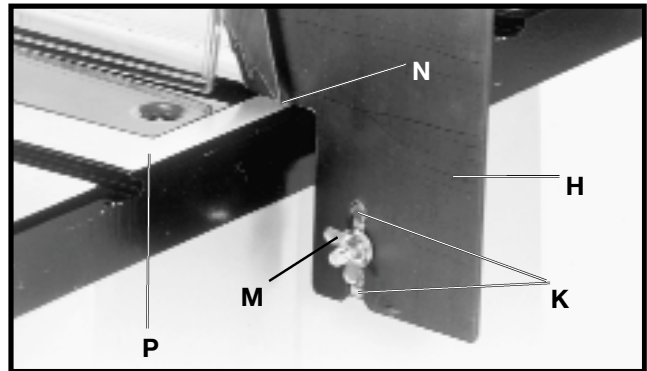

Fig. 15
8. Ajuste el hendedor (H), Fig. 15, a la abrazadera para el soporte del hendedor con una arandela plana de 6,35 mm (1/4"), una arandela de diente externo de 6,35 mm (1/4") y una tuerca mariposa M6 (M). **NOTA:** antes de ajustar la tuerca mariposa (M) asegúrese de que haya un espacio de al menos 3,175 mm (1/8") entre el extremo inferior del hendedor (N) y la superficie superior de la mesa (P) y que las "clavijas" de las protuberancias (K), Fig. 15, estén dentro de la ranura del ensamblaje del hendedor (H).